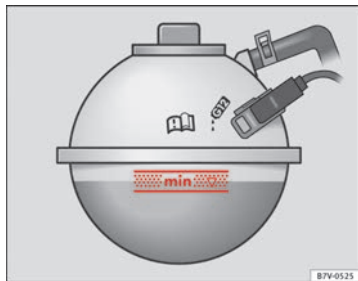

Fig. 115 No compartimento do motor: Marca no reservatório de expansão do líquido de refrigeração.
- Com o motor a frio, verifique o nível do líquido de refrigeração através da marca lateral do depósito de expansão ⇒ Fig. 115.
- O nível do líquido de refrigeração deve encontrar-se dentro das marcas gravadas no depósito de expansão ⇒ **Fig. 115. Não exceda o limite superior da zona marcada** ⇒ Ⓢ.
- Deve adicionar líquido de refrigeração somente até ao limite superior da zona marcada ⇒ **Fig. 115**. Caso contrário, ao subir a temperatura, o líquido de refrigeração excedente é expulso devido à pressão do sistema de refrigeração causando deterioração. ➤